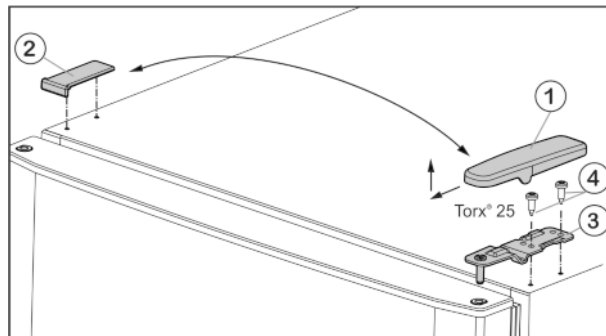
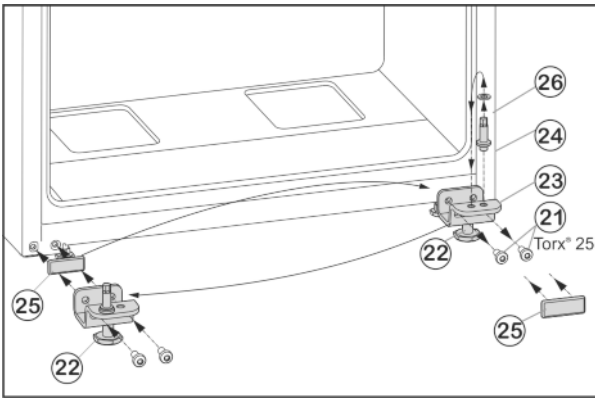

Fig. 5
Fig. 7
- ▶ Изтеглете покритието Fig. 5 (1) напред и нагоре.
- ▶ Свалете покритието Fig. 5 (2).
- ▶ Развийте горната лагерна стойка Fig. 5 (3) с (2 x Torx® 25) Fig. 5 (4) и издърпайте нагоре.
- ▶ Развийте закрепващите винтове Fig. 7 (21).
- ▶ Свалете долната лагерна опора Fig. 7 (23) заедно с лагерния болт Fig. 7 (24), шайбата Fig. 7 (26) и крака Fig. 7 (22).
- ▶ Развийте лагерния болт Fig. 7 (24) заедно с шайбата Fig. 7 (26), поставете го в срещуположния отвор за лагерната опора и го завийте отново.
- ▶ Внимателно свалете покриващата плоча Fig. 7 (25) и я преместете на срещуположната страна.
- ▶ Отново завийте долната лагерна опора Fig. 7 (23) заедно с лагерния болт Fig. 7 (24), шайбата Fig. 7 (26) и крака Fig. 7 (22) върху новата страна на пантите, евент. с помощта на акумулаторна отвертка (с 4 Nm).
- ▶ Поставете долната врата отгоре върху лагерния болт Fig. 7 (24).
- ▶ Поставете средната лагерна опора (13), завъртяна на 180° в долната врата и я завийте със закрепващите винтове (11)(2 x Torx® 25) върху новата шарнирна страна (с 4 Nm).
- ▶ Поставете отново пластмасовия диск (10).
- ▶ Поставете горната врата върху лагерната опора в средата (13).
- ▶ Поставете горната лагерна опора Fig. 5 (3) върху новата страна на шарнира във вратата.
- ▶ Затегнете горната лагерна опора **здро**во (с 4 Nm) (2 x Torx® 25) Fig. 5 (4). Евентуално използвайте акумулаторна отвертка.
- ▶ Поставете капака Fig. 5 (1) от срещуположната страна отвън и го фиксирайте.
- ▶ Поставете капака Fig. 5 (2) също от срещуположната страна отгоре и го фиксирайте.
- ▶ Развийте крака Fig. 7 (22) на лагерната опора долу Fig. 7 (23), докато опоре върху пода.